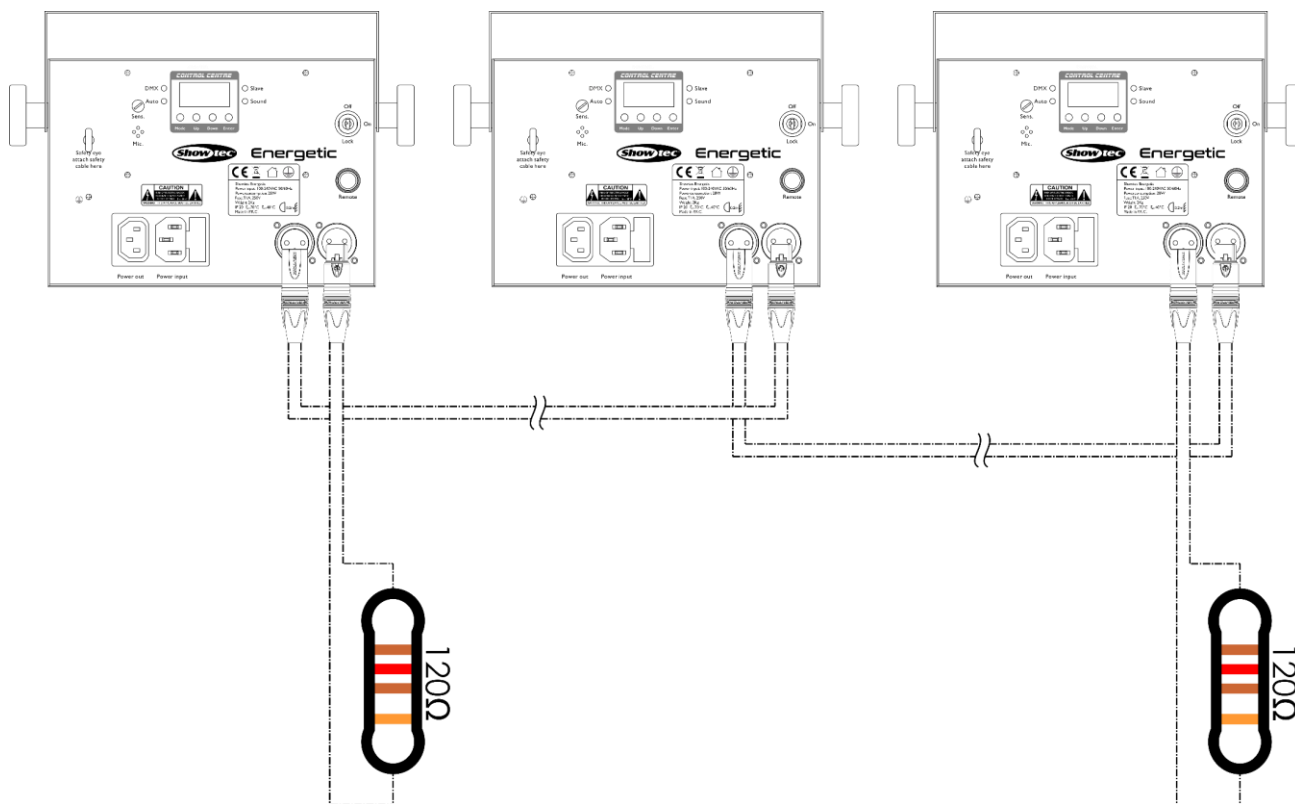

Fig. 06
- 04) Collegare le unità come indicato nella Fig. 06. Collegare un cavo di segnale DMX dall'uscita "out" del primo dispositivo DMX alla presa "in" della seconda unità. Ripetere questo processo fino a collegare la seconda e la terza unità. Sarà possibile usare le stesse funzioni sul dispositivo master così